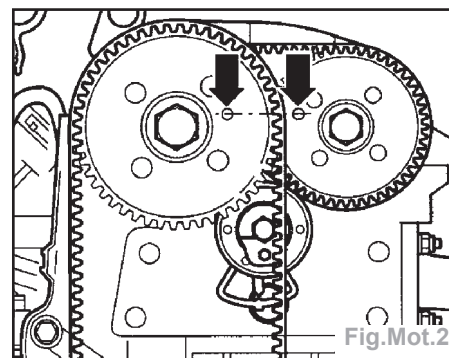

Fig.Mot.2
- Les alésages de blocage aménagés dans les pignons des arbres à cames doivent coïncider avec les alésages d'ajustage dans le carter d'arbres à cames (flèches) (Fig.Mot.2).